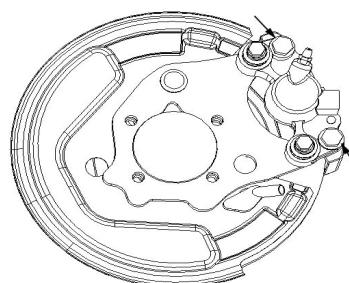

图 3-32
(1) 用2个螺栓安装后盘式制动分泵，如图3-32所示。拧紧力矩：34N·m。